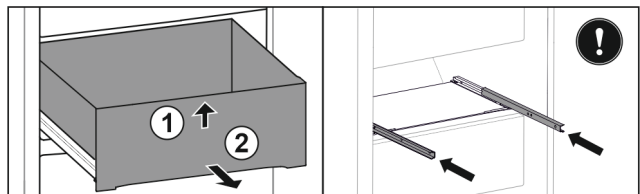

Fig. 98
- ▶ Sollevare il cassetto dal davanti. Fig. 98 (1)
- ▶ Rimuovere il cassetto tirandolo in avanti. Fig. 98 (2)